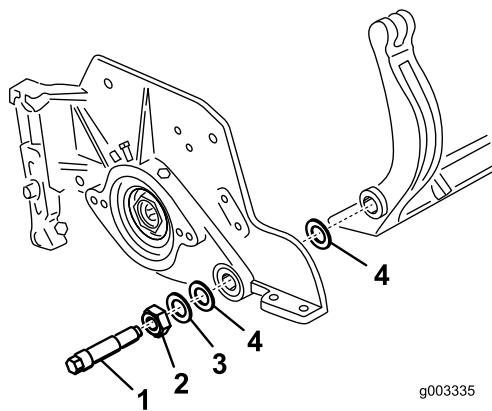
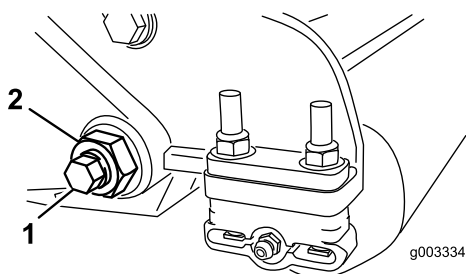

図 28
図 27
- ベッドバー・ボルト (図 27) を固定しているロックナット (機体両側) をゆるめる。
- 各ベッドバー・ボルトを抜いて、ベッドバーを下に引き抜いて外す (図 27)。ベッドバーの両端にナイロン・ワッシャとスチール・ワッシャが2枚ずつあるので注意する (図 28)。
- ベッド・バー・ボルト (とボルトについているナット) とワッシャ6枚で、ベッド・バーを各サイド・プレートに固定する。ナイロン・ワッシャはサイド・プレートの両側のボスに嵌め込む。その外側からスチール製ワッシャを取り付ける (図 28)。ベッドバー・ボルトを 27-33 (37-45 N-m = 4.6-1.7 kg.m) にトルク締めする。左右の遊びが完全になくなって外側のスチール製ワッシャが回らなくなるまで (ただし決して締めすぎにならない) ロックナットを締め付ける。内側のワッシャには遊びがあってよい。